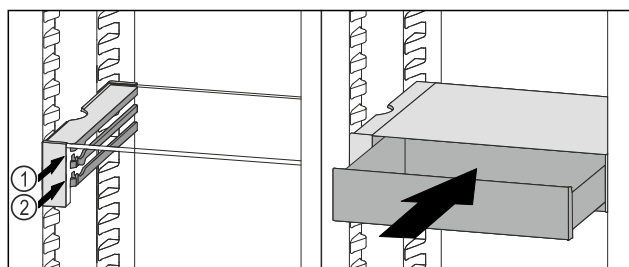

Fig. 183
- Așezați sertarul VarioSafe în spatele opritoarelor pe nervura dorită Fig. 183 (1) sau Fig. 183 (2).